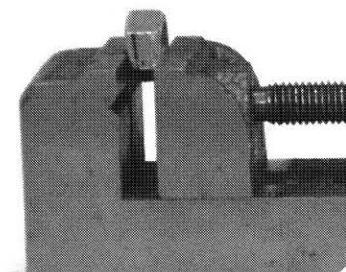

Figure 3.46
- Resserrez l'écrou dans l'étau ou martelez-le pour refermer la fente (voir photo en bas à droite) (Figure 3.46).